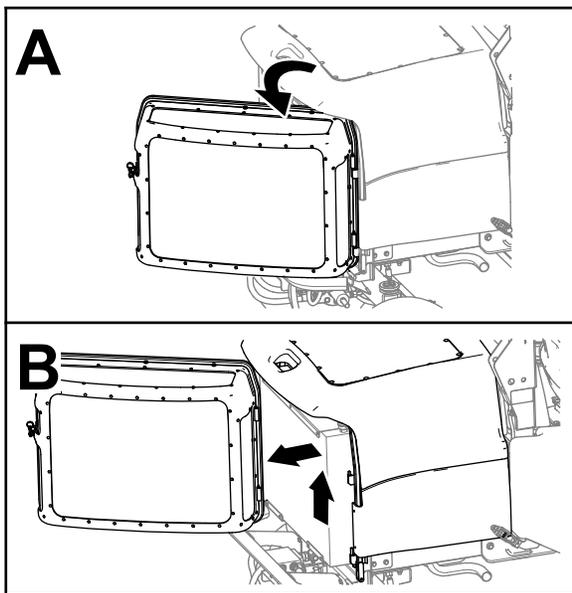

Figura 65
3. Desaperte o filtro do motor, abra-o e eleve-o da máquina (Figura 65).